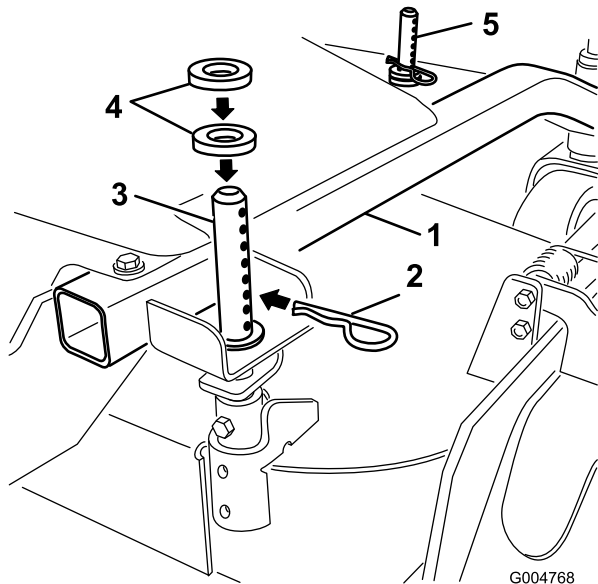

Figura 15
1. Seleccione el taladro en el pilar de ajuste de altura de corte y la cantidad de espaciadores correspondiente a la altura de corte deseada (Figura 15).
2. Con la ayuda del manillar de elevación, levante el lateral de la carcasa y retire el pasador de horquilla (Figura 15).
3. Retire o añada espaciadores, según haga falta, alinee los taladros e introduzca la chaveta (Figura 15).